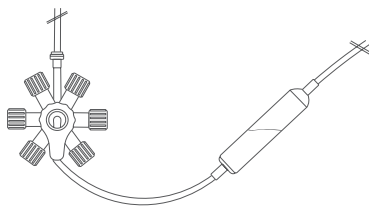

Fig 1. Avlufta droppkammaren
4. När det är tillämpligt, stäng det ventilerade locket på spiken (1).
5. Kontrollera att RondelO-handtaget (7) är i en spolningsposition.
6. Stäng rullklämman (9) på RondelO primärt droppset.
9. Håll droppkammaren (8) lutad upp och ned och placera den på samma nivå som RondelO, öppna rullklämman (9) på droppsettet och fyll droppkammaren enligt fig. 1.